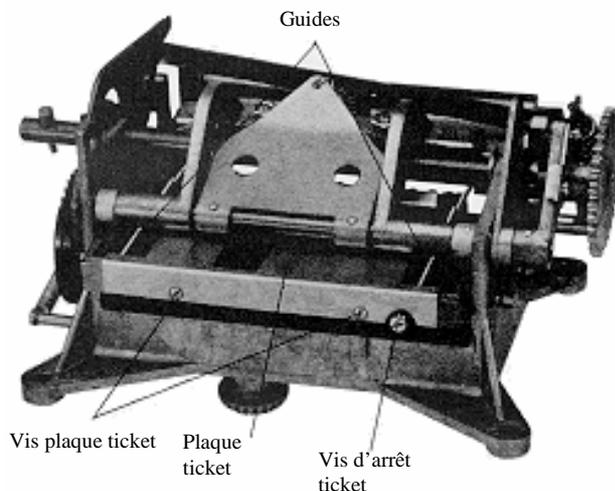

Figure 16. Guides de position du ticket et vis d'arrêt
1. Pour régler la profondeur du ticket, dévisser la vis d'arrêt du ticket à l'arrière du plateau (voir figure 16). Faire bouger l'arrêt vers l'avant ou vers l'arrière, puis serrer la vis.